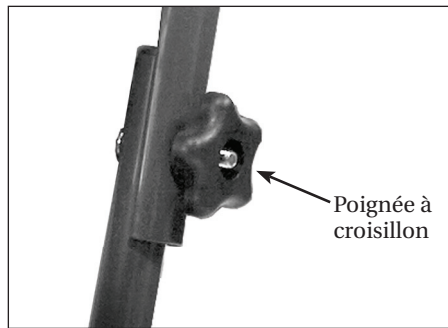

Figure 8 - Assemblage de la poignée
1. Faire glisser l'assemblage de la poignée sur la partie inférieure des montants du chariot. Utiliser les écrous et les boulons fournis pour fixer la poignée aux pieds (Voir Figure 8).